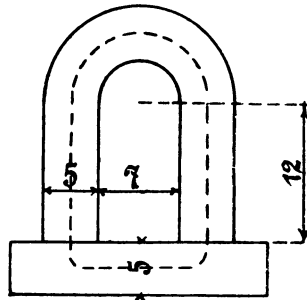

Abb. 53.
157. Ein Elektromagnet aus rundem Schmiedeeisen besitzt die in Abb. 53 eingezeichneten Dimensionen. Der Anker hat quadratischen Querschnitt. Wie groß ist die Tragkraft, wenn durch seine 400 [600] (1000) Windungen ein Strom von 12,5 [10] (5) A fließt?